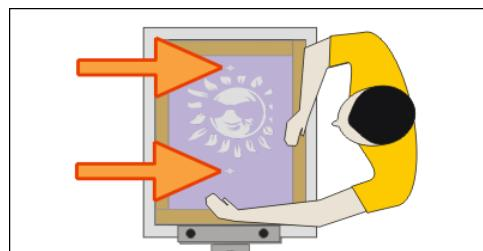

Imagen 352_06
- 7- Calzar la matriz sobre el diseño guiándose por las cruces de registro (Imagen 352_06) Asegurar firmemente las perillas de la paleta y las prensas del pulpo